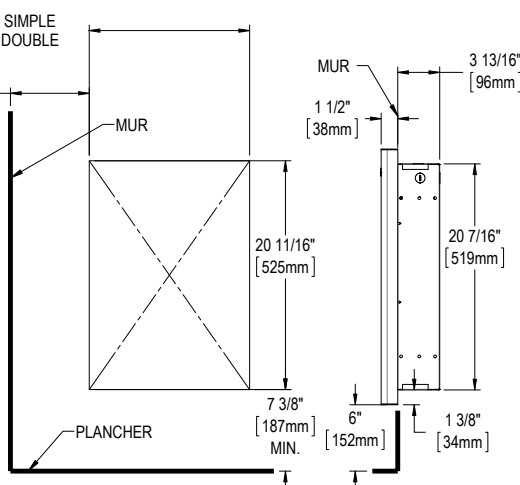

FIG. 2
4. Pour une installation en surface, apposez une plaque de bois derrière le gypse en vue de fixer solidement le produit au mur. Les dimensions de la plaque de bois sont les mêmes que celles de l'ouverture pour l'installation encastrée (voir les figures 2 et 3). Veuillez suivre les mêmes directives pour une installation au plafond (produits CF).
1. L'ouverture dans le mur doit être préalablement faite dans les règles de l'art (voir les figures 2 et 3 ainsi que les avertissements).